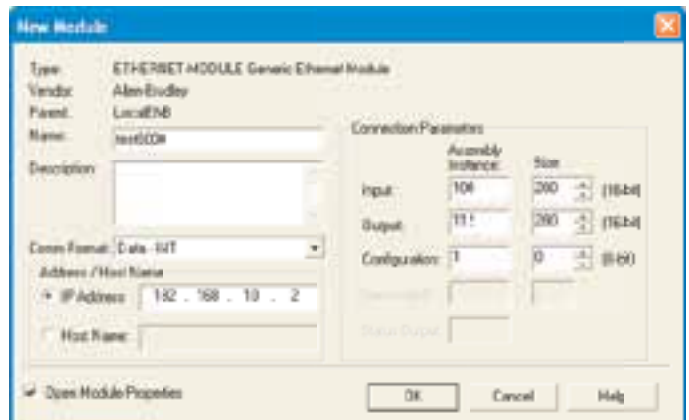

Figure 4.3.21p Saisie des paramètres
4. Dans la page de paramètres qui s'affiche (figure 4.3.21p), saisissez le nom du module et définissez les valeurs suivantes: